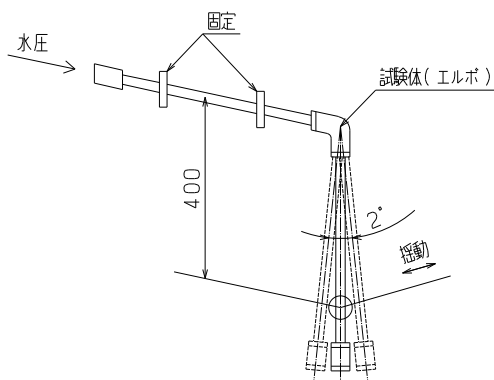

図 4-15 揺動試験 I 概略図
(1) 試験方法
図 4-15 に示すように継手に管を接合し、【試験①】水圧 0.6MPa、振り角度 2° 、振り速さ 0.5Hz (30 回/分) で 10,000 回揺動し、ナットの緩み及び漏れの有無を確認する。その後、【試験②】水圧 1.75MPa、振り角度 2° 、振り速さ 0.5Hz (30 回/分) で 500,000 回揺動し、ナットの緩み、漏れ及びガスケットの摩耗の有無を確認する。